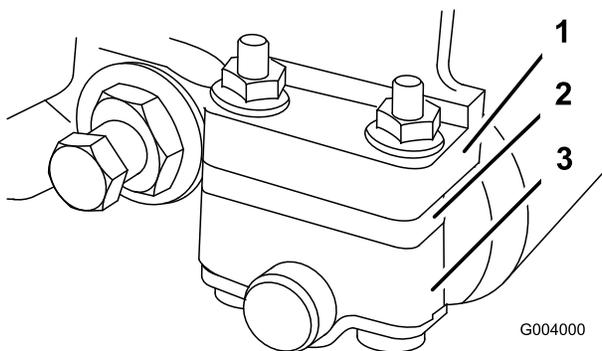

図 56
1. 使用する刈高範囲に合わせて後ローラ・ブラケットの取り付け位置を上位置または下位置に変更する（図 55and 図 56）。
- ・ 刈高範囲が 3～25.4 mm の場合は、スペーサを、取り付けフランジの下にセットする (図 56)。